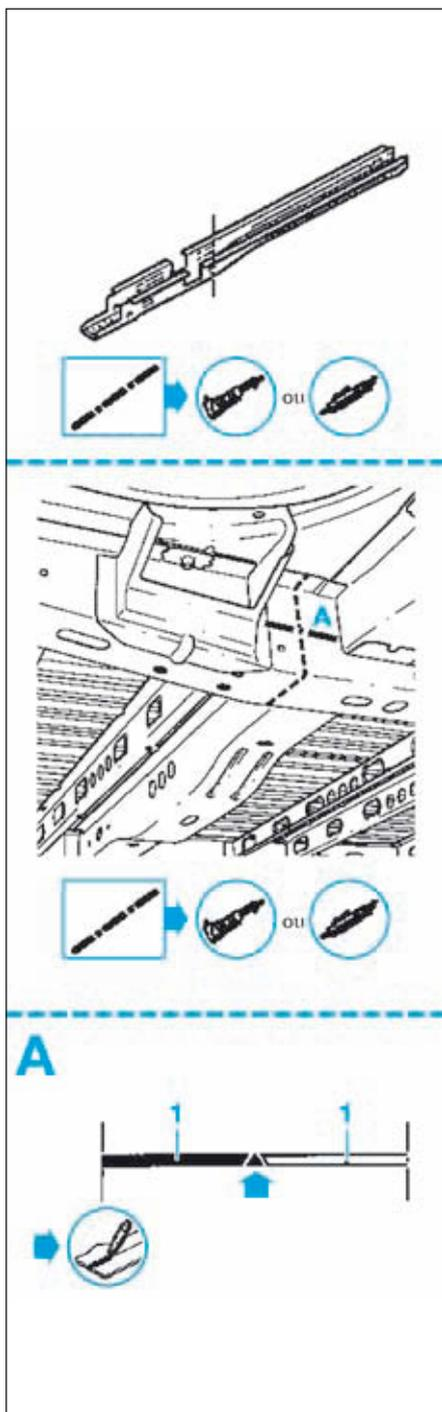

FIG.124
- Tracer puis découper le longeron arrière (Fig.124).
- Souder par cordon MIG (Fig.124).